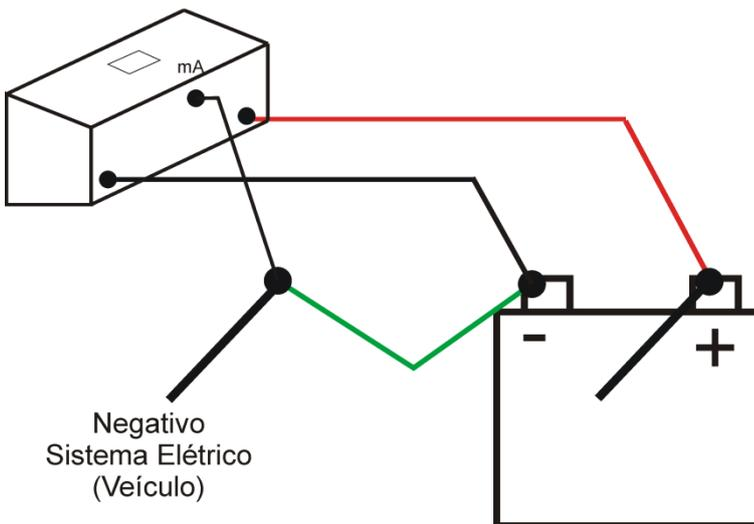

Fig. 3 – 3º Passo
- ✓ Conecte uma das extremidades do cabo auxiliar preto no analisador (borne “mA”) e a outra extremidade no cabo negativo do sistema elétrico como mostra a **fig. 3**;